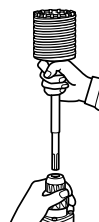

Fig. 16
(2) Montar la espiga de la barrena tubular en el martillo perforador. (Fig. 16)
(3) Insertar el pasador central en la placa guía hasta que se pare.